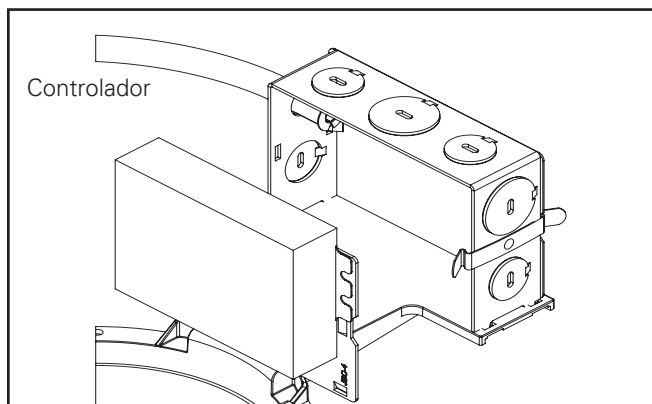

Figura 42
2. Extraiga el controlador y la unidad de la cubierta de la caja de derivación. (Figura 42).